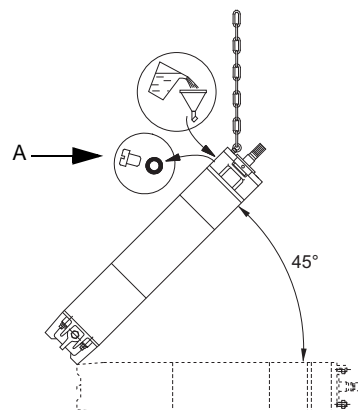

Abb. 4 Position des Motors während der Nachfüllung – MMS
1. Den Motor mit einem Neigungswinkel von 45 ° anbringen. Der obere Teil des Motors muss nach oben zeigen, siehe Abb. 4.